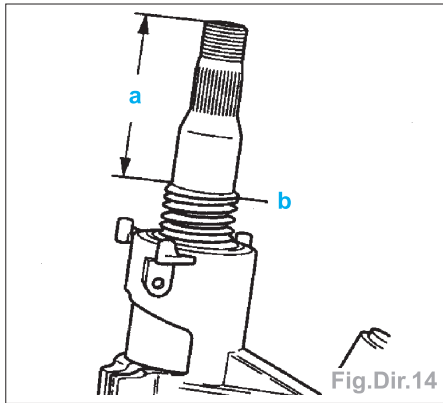

Fig.Dir.14
- Position de montage de la rondelle de calage (Fig.Dir.14) :